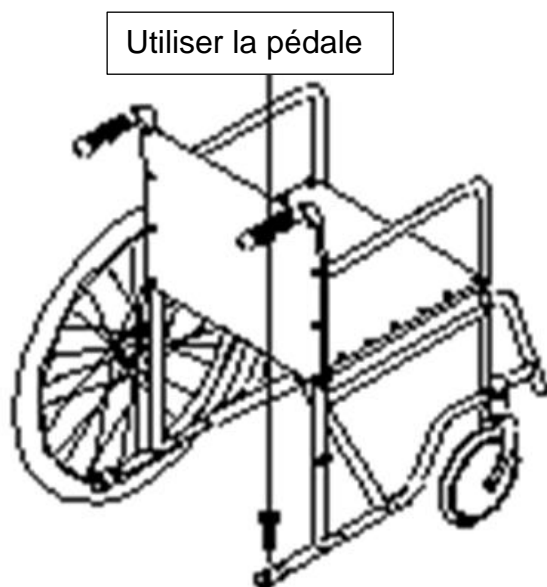

Figure 4
- Il y a une barre de basculement vers l'arrière avec un manchon en plastique au bas du fauteuil roulant. Le suiveur marche sur la barre de basculement vers l'arrière pour faire basculer le fauteuil roulant vers l'arrière la roue avant monte d'abord sur les marches, puis soulève facilement le fauteuil roulant avec le passager pour monter les escaliers. (Voir figure 4)